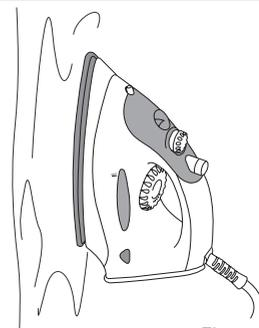

Figura 5
- Mantenere il ferro da stiro in posizione verticale per procedere alla stiratura del tessuto (vedere la figura 5).